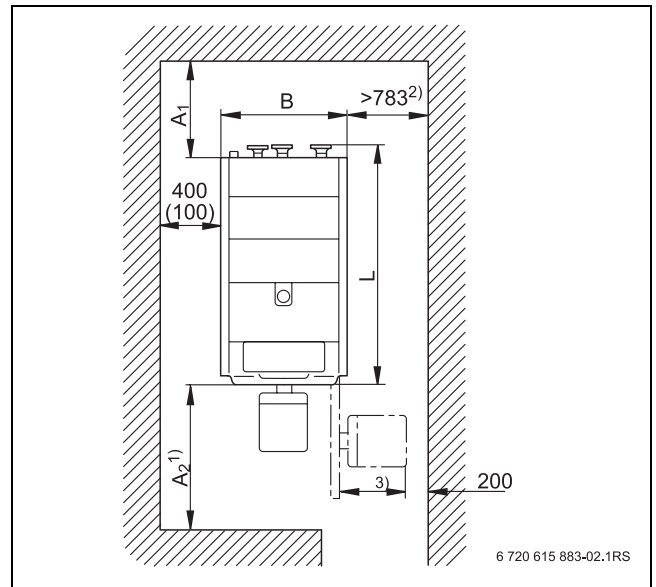

Рис. 2 Помещение для установки котла (см. таб. 4), размеры в мм
- ▶ При сооружении фундамента или площадки под котёл выдерживайте приведённые минимальные расстояния от стен (значения в скобках) (→ рис. 2 и таб. 4) для беспрепятственного проведения монтажа и технического обслуживания. Передний край котла должен располагаться заподлицо с кромкой фундамента.
Если система управления крепится на кронштейне (дополнительное оборудование) сбоку котла, то необходимо запланировать дополнительное свободное пространство для этого (→ рис. 2, стр. 11).